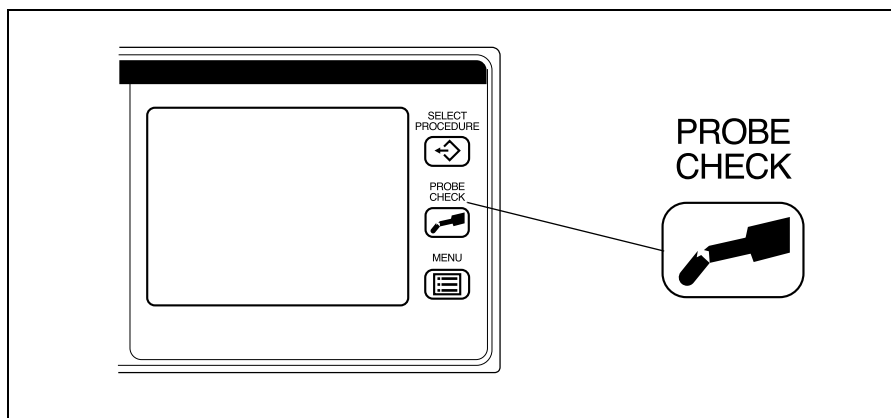

Рис. 4.8
1. Нажмите клавишу PROBE CHECK (Проверка инструмента) (см. рис. 4.8).